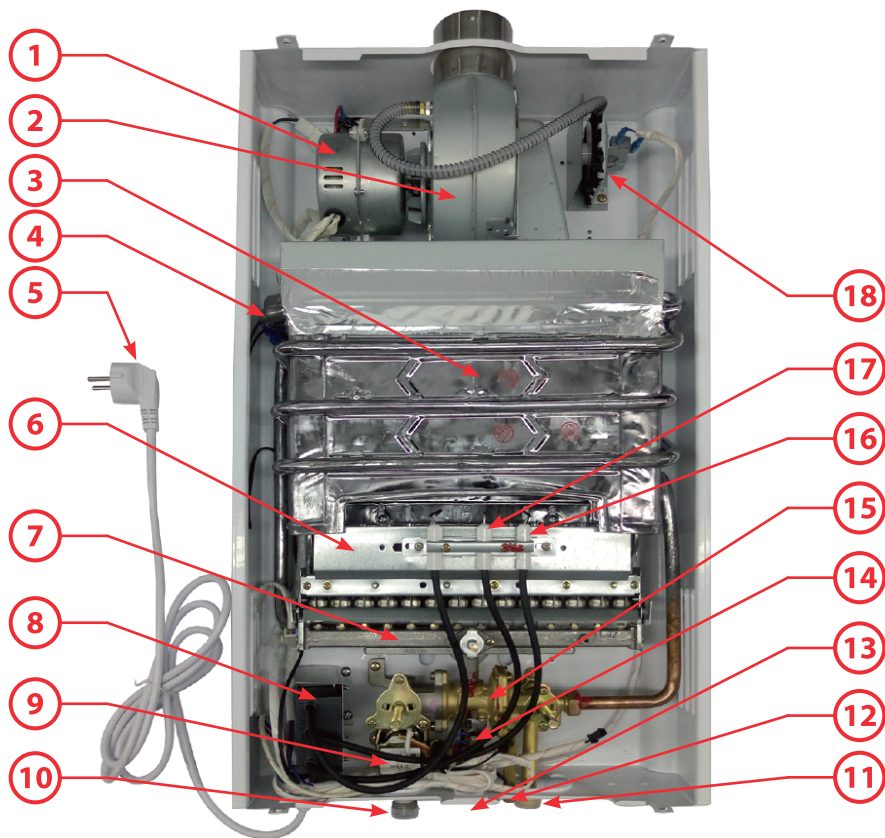

Рис. 2
4. *Вывинтите клапан слива воды (пункт 12, рис. 2) и слейте всю воду из водонагревателя.*
3. Откройте кран горячей воды и после поджига горелки проверьте пламя горелки через смотровое отверстие. Пламя должно быть равномерным (без рывков), голубого цвета и не должно иметь желтых язычков. Наличие желтых язычков в пламени указывает на то, что газовой горелке с рассекателем (пункт 6, рис. 2) необходима чистка и как можно быстрее.